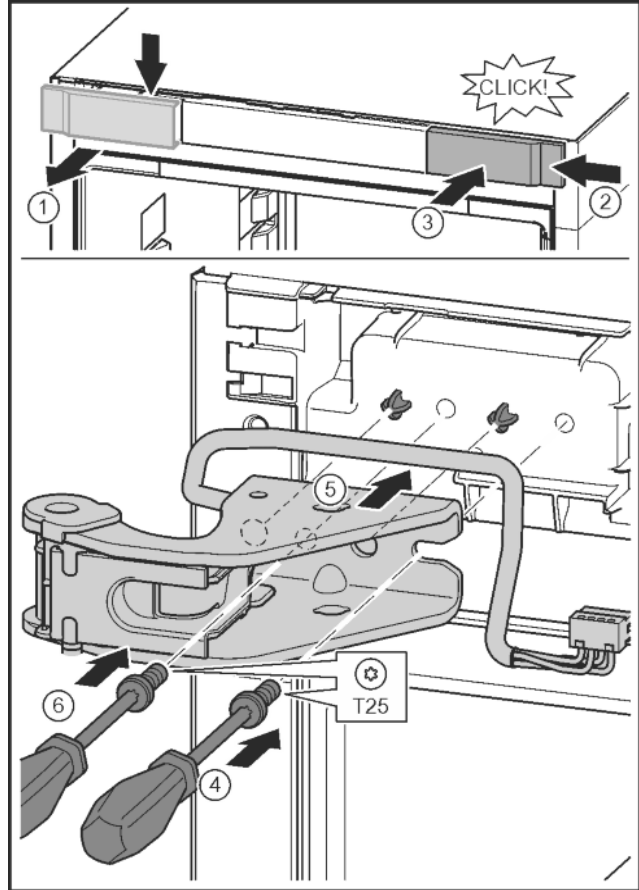

Fig. 33
- ▶ Oldja ki a fedelet, és oldalt vegye le. Fig. 33 (1)
- ▶ A fedelet 180°-kal elfordítva akassza be a másik oldalra jobbról. Fig. 33 (2)
- ▶ Pattintsa be a fedelet. Fig. 33 (3)
- ▶ T25 csavarhúzóval helyezze fel a csavarokat. Fig. 33 (4)
- ▶ Helyezze fel a felső csapágybakot. Fig. 33 (5)
- ▶ Húzza meg a csavart. Fig. 33 (4)
- ▶ A T25 csavarhúzóval helyezze be és húzza meg a csavart. Fig. 33 (6)